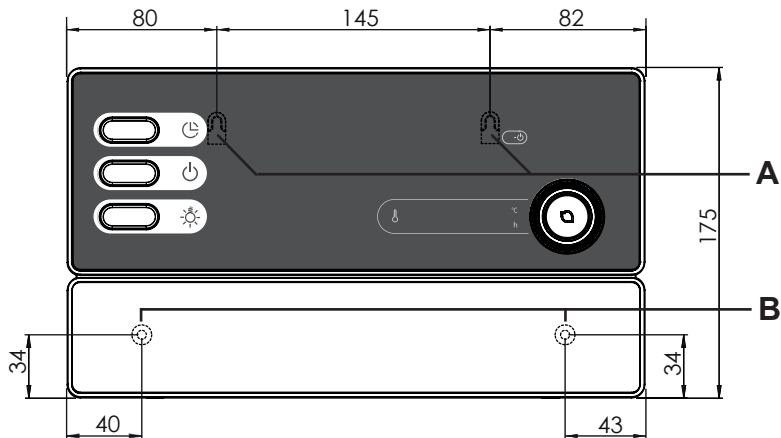

Fig. 1 Posizione del dispositivo di sospensione e dei fori di montaggio (misure in mm)
1. Avvitare due viti con intaglio a croce (16 mm) sulla parete della sauna a un'altezza di ca. 1,70 m e lasciandole fuoriuscire per una distanza max di 7 mm. Entrambe le viti devono essere posizionate a una distanza di 145 mm l'una dall'altra (vedi Fig. 1).
3. Con l'ausilio del dispositivo di sospensione **A**, agganciare il comando della sauna alle viti con intaglio a croce montate (vedi Fig. 1).
4. Avvitare 2 viti con intaglio a croce (16 mm) nei fori di fissaggio inferiori **B** (vedi Fig. 1).